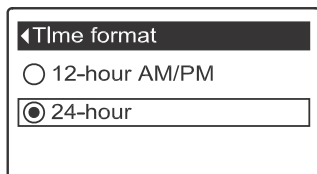

РИС. 45
1. С любого прокручивающегося экрана статуса нажать кнопку ВЫБОР (O) для отображения **Главного меню**.
3. Нажать кнопку ВЫБОР (O) для отображения меню **Настройки пользователя**.
5. Нажать кнопку ВЫБОР (O) для отображения меню **Формат времени** (См. Рисунок 45).
6. Если желаемый формат времени уже отмечен черной точкой напротив него (См. Рисунок 45), перейти к Шагу 7. В противном случае, нажать кнопки ВНИЗ (▼) или ВВЕРХ (▲), чтобы прокрутить до другого формата времени, затем нажать кнопку ВЫБРАТЬ (O) чтобы подтвердить его.
7. Нажать кнопку ВЫБРАТЬ (O). Дисплей вернется обратно в меню **Установки пользователя**.